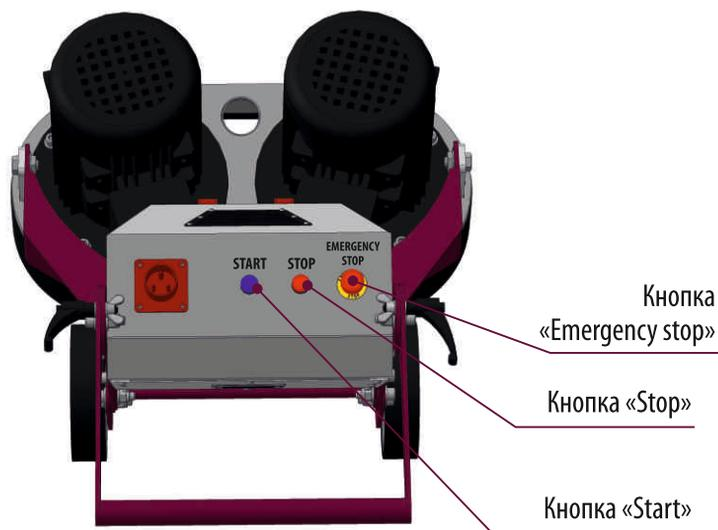

Рис. 2 Схема расположения кнопок управления
Схема расположения кнопок управления приведена на Рис. 2.
- Кнопка «Emergency stop» с фиксатором (Рис.2) используется только для аварийной остановки машины при возникновении неисправности, наезде на предметы, препятствия или людей . Эта кнопка прерывает подачу питания.